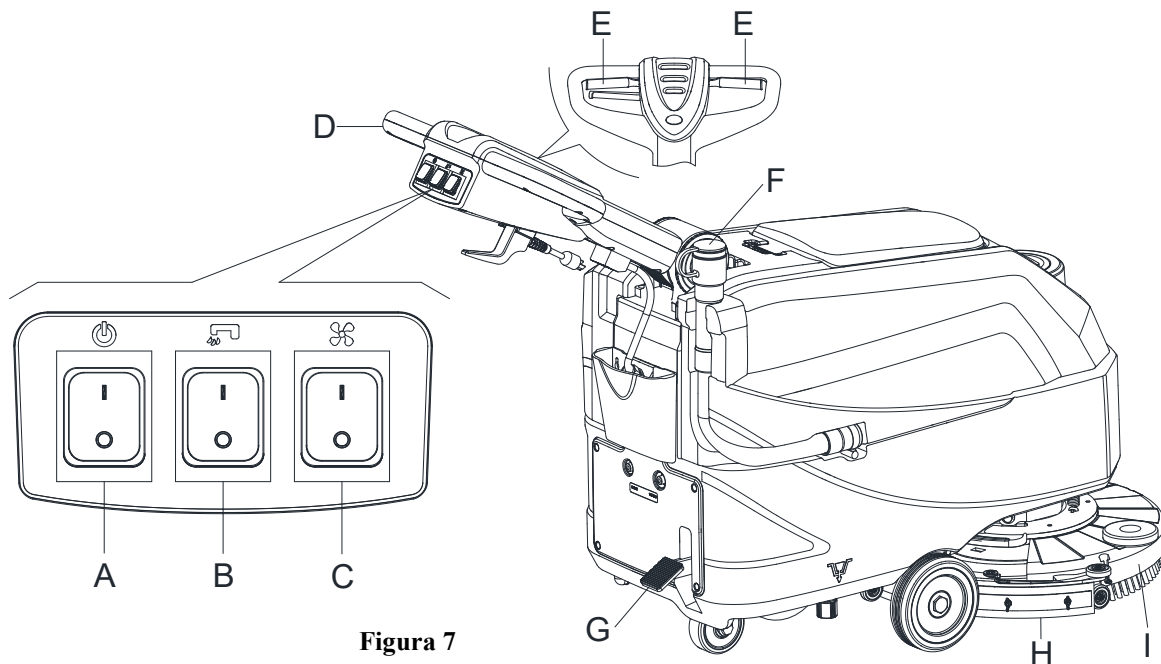
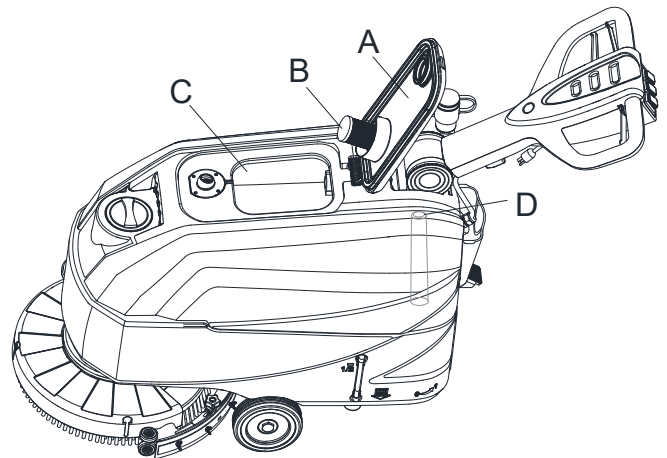

Figura 7
Figura 9
2. Empuje la máquina hacia la zona que se quiere limpiar, empujándolo con las manos el manillar (D, Figura 7).
3. Baje el cabezal del cepillo/porta-pad (I, Figura 7) y la boquilla (L) levantando el pedal (G).
4. Pulse el interruptor de alimentación (A, Figura 7) hacia la posición «I».
5. Pulse el interruptor de la solución (B, Figura 7) hacia la posición «I». (Trabaje simultáneamente con el interruptor de seguridad (E) para controlar la electroválvula).
6. Pulse el interruptor de aspiración (C, Figura 7) hacia la posición «I».
7. Empiece la limpieza empujando la máquina con las manos en el manillar (D, Figura 7) y presionando la palanca del interruptor de seguridad (E, Figura 7).
Para la marcha adelante, pulse la palanca del interruptor de seguridad (E, Figura 7) derecha o izquierda, o ambas.
10. Detenga la máquina usando el manillar (D, Figura 7).
11. Cuando termine de usar la máquina, suelte la palanca del interruptor de seguridad (E) para desconectar el cepillo/porta-pad y la electroválvula.
12. Pulse el interruptor de control de la solución (B) hacia la posición «OFF» para cerrar completamente el flujo de la solución.
13. Pulse el interruptor de aspiración (C) en la posición «OFF». El sistema de aspiración se detiene al cabo de algunos segundos.
15. Levante el cabezal del cepillo/porta-pad (I, Figura 7) y la boquilla (L) presionando el pedal (G).
2. Mientras mantiene ambas manos en el manillar, presione la palanca del interruptor de seguridad (E, Figura 7), después maniobre la máquina e inicie el fregado/secado del suelo.
Un sistema de cierre del flotador automático (B, Figura 9) bloquea el sistema de aspiración cuando el depósito de agua sucia (C) está lleno. La desactivación del sistema de aspiración se indica mediante un aumento repentino en la frecuencia de ruido del motor del sistema de aspiración, y también el suelo no se seca.
Si el sistema de aspiración se apaga accidentalmente (por ejemplo, cuando el flotador está activado a un movimiento repentino de la máquina), para reanudar la operación: pulse el interruptor de alimentación (39 y 41) para apagar el sistema de aspiración y la alimentación, a continuación, abra la tapa (A, Figura 9) y compruebe que el flotador dentro de la rejilla (B) ha bajado al nivel del agua. Después cierre la tapa (A) y pulse el interruptor de alimentación (39 y 41) para encender la alimentación y el sistema de aspiración.
Cuando el depósito de agua sucia (C, Figura 9) está lleno, vacíelo de acuerdo con el siguiente procedimiento.
2. Levante el cabezal del cepillo/porta-pad (I, Figura 7) y la boquilla (L) presionando el pedal (G).
4. Vacíe el depósito de recuperación con el tubo (F, Figura 7). Luego, enjuague el depósito de recogida (C, Figura 9) con agua limpia.
5. Quite la tapa del depósito de recogida (A, Figura 9) y limpie el interior de la tapa y la rejilla del flotador del filtro (B) con agua limpia.
6. Controle el depósito de recogida (D, Figura 9) para ver si hay cuerpos extraños y después límpielo.